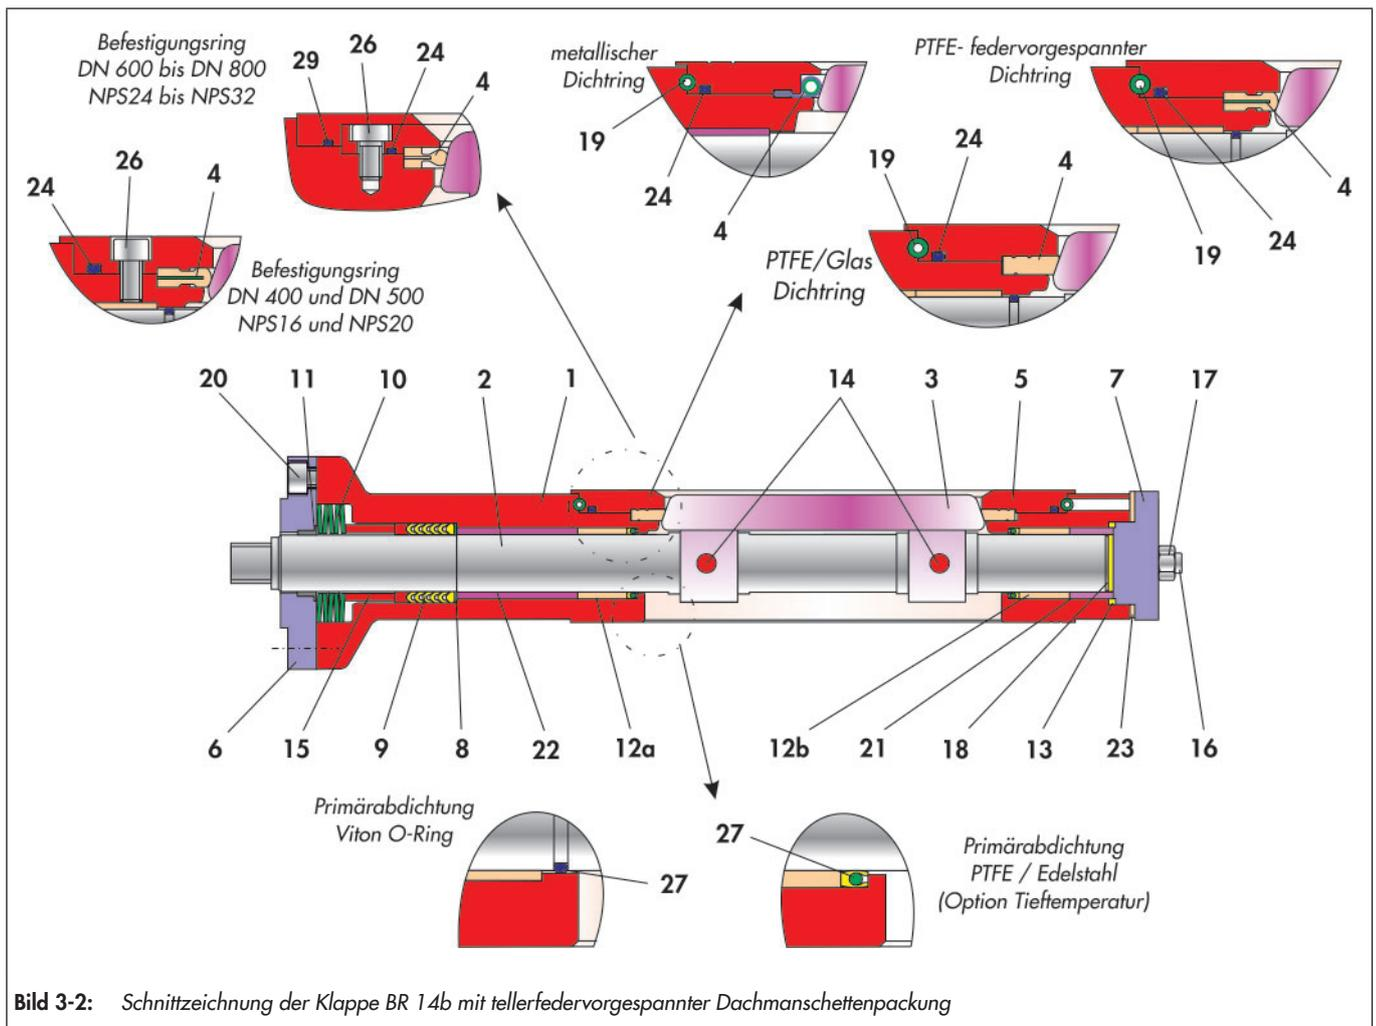

Bild 3-2: Schnittzeichnung der Klappe BR 14b mit tellerfedervorgespannter Dachmanschettenpackung
- ⇒ Der so vormontierte Deckel (7) in die Lagerbohrung des Gehäuses (1) einführen und mit den Stiftschrauben (16) justieren.
- ⇒ Deckel (7) mit den Muttern (17) gleichmäßig und wechselseitig anziehen.
- ⇒ Druckscheibe (8) über das freie Wellenende an die entsprechende Stelle im Klappengehäuse schieben.
- ⇒ PTFE-Dachmanschettenpackung (9) über die Schaltwelle in die Gehäusebohrung schieben und mit einer Montagehülse andrücken. Die Anordnung der Dachmanschettenpackung ist der Schnittzeichnung Bild 3-2 zu entnehmen.
- ⇒ Druckstück (15) über die Schaltwelle schieben und an die entsprechende Stelle im Gehäuse eindrücken.
- ⇒ Tellerfedersatz (10) einbringen. Die Anordnung der Tellerfedern ist der Schnittzeichnung Bild 3-2 zu entnehmen.
- ⇒ Lagerbuchse (11) in die Stopfbuchse (6) eindrücken.
- ⇒ Die so vormontierte Stopfbuchse (6) sauber auf den Gehäuseseiflansch stecken und mit Schrauben (20) justieren.
- ⇒ Schrauben (20) gleichmäßig und wechselseitig anziehen.
- ⇒ Zweiflach der Schaltwelle parallel zur Klappenscheibe (3) einstellen und gegen weiteres verdrehen sichern.